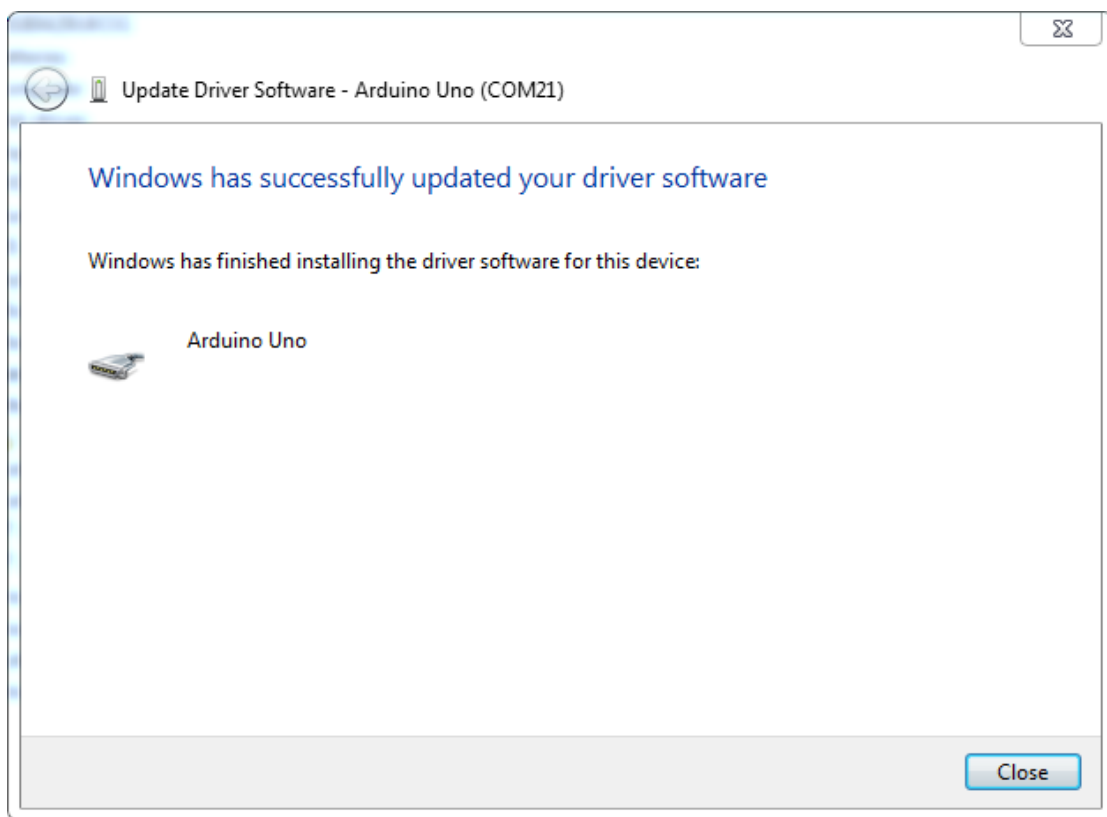

图 4-7 驱动安装完成
4) 如果您已安装，则会出现下图 4-7 所示的界面，自动通知你驱动成功。